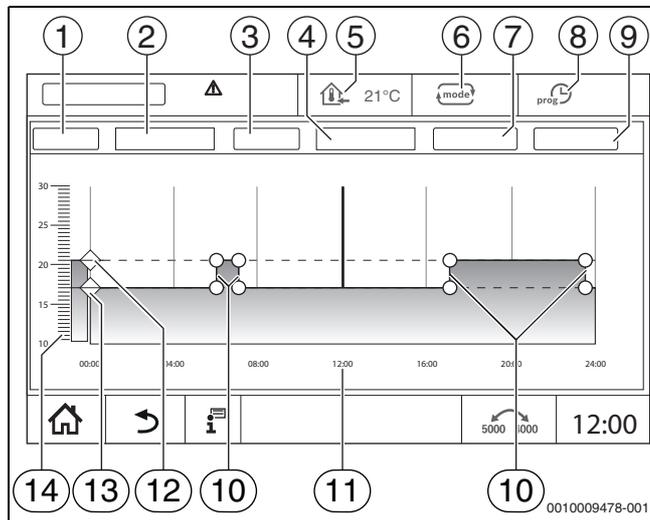

Рис. 24 Временная программа
- ▶ Коснитесь символа **◆**, удерживайте его и потяните до нужной температуры (→ рис. 24, [15], стр. 22).
- ▶ Коснитесь знака и выберите из списка день недели (→ рис. 24, [2], стр. 22) и нужную программу (→ рис. 24, [4], стр. 22).